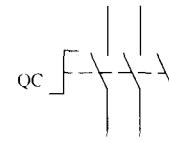

图1-4 无限位型组合开关在电路中的图形及文字符号
1. 无限位型组合开关 所谓无限位型组合开关，指的是组合开关在正、反转两个方向360°范围内可任意转动，不受限制，且每扳动一次手柄，动触片在空间位置上移动90°。无限位型组合开关的图形符号及文字符号如图1-4所示。它无限位型组合开关主要用于：机床中电源的引入开关，交流50Hz、380V及以下，直流220V及以下的电气设备中作不频繁接通、断开电路之用，以及转换电源或负载，测量三相电压，调节电加热器的并、串联和作为电动机功率小于5.5kW时的不频繁直接起动和停止之用。